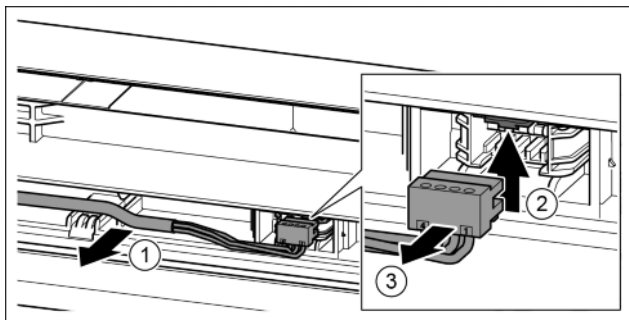

Fig. 23
- ▶ Обережно витягніть сірий кабель з направляючої в дверцятах. *Fig. 23 (1)*
- ▶ Притисніть з'єднувальну накладку вгору. *Fig. 23 (2)*
- ▶ Обережно витягніть штекер. *Fig. 23 (3)*